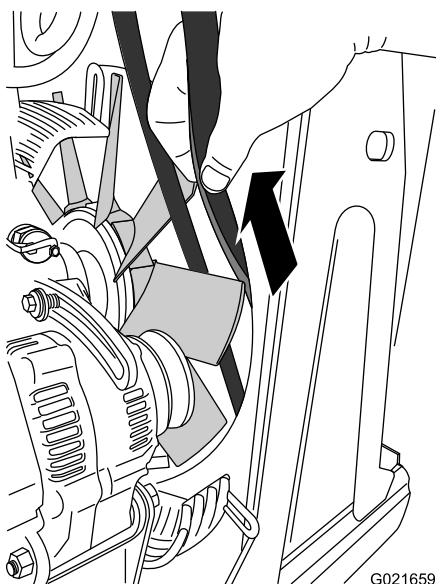

Рисунок 90
11. Выровняйте ремень в проеме между двумя лопастями вентилятора, затем осторожно потяните ремень назад и вверх, пока не появится возможность снять его с машины (Рисунок 90).
1. Выверните ремень в проеме между двумя лопастями вентилятора, затем осторожно нажмите на ремень вперед и вниз, пока он не будет находиться напротив вентилятора (Рисунок 90).